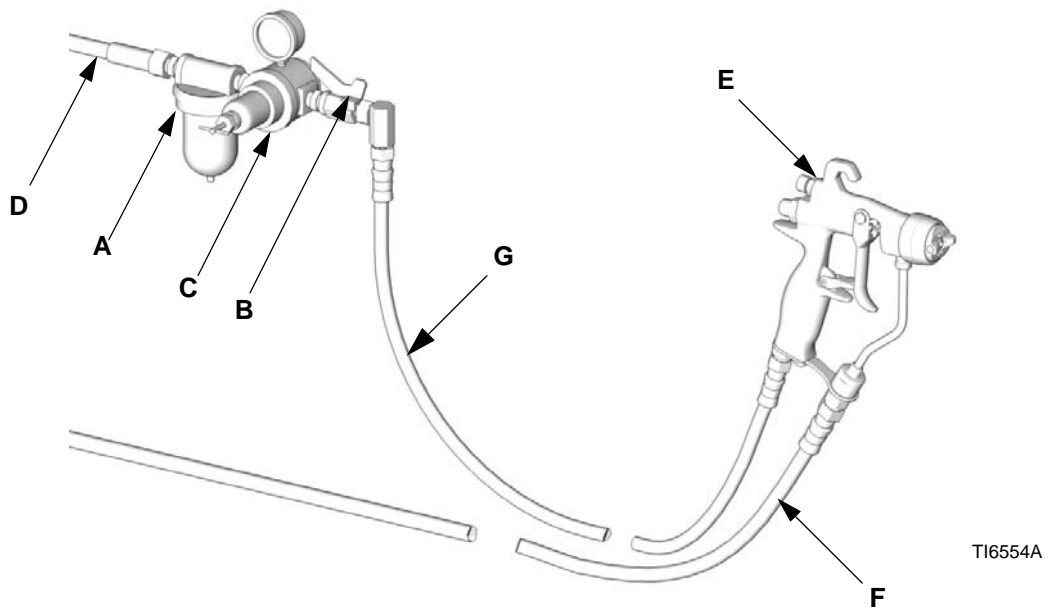

FIG. 1: Instalação típica (Modelo G15 indicado)
NOTA: A instalação típica apresentada na FIG. 1 é apenas um guia para a seleção e instalação de sistemas de pintura pneumáticos. Contacte o seu distribuidor Graco para apoio na conceção de um sistema que vá ao encontro das suas necessidades.
1. Instale um filtro de ar (A) na linha de ar da pistola para assegurar um fornecimento de ar limpo e seco para a pistola. A sujidade e humidade podem comprometer o aspeto do trabalho final. Consulte FIG. 1.
2. Instale um regulador da pressão do ar (C) na linha de ar da pistola, para controlar a pressão do ar para a pistola.
3. Coloque uma válvula de fechamento de ar (B) na linha de adução de ar da pistola e na linha de ar da bomba, para fechar o ar para a pistola.